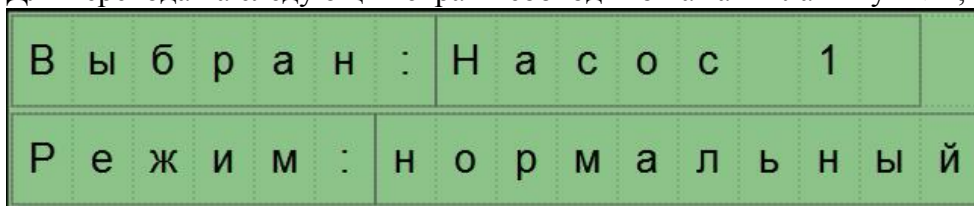

Рисунок 2.
3. Следующий экран (Рисунок 2), отображает состояние насосов: в первой строке указан насос выбранный мастером, во второй строке режим работы, нормальный (1 насос) или с вводом резерва (2 насоса).